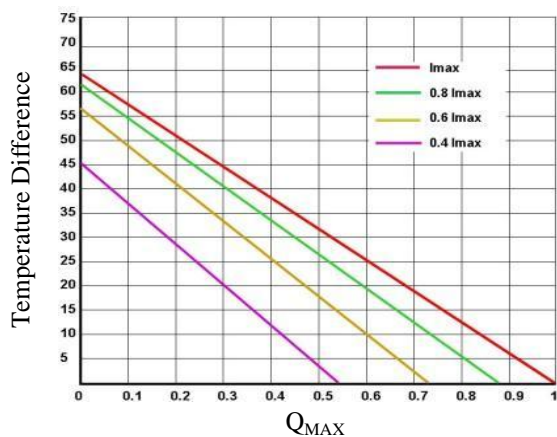
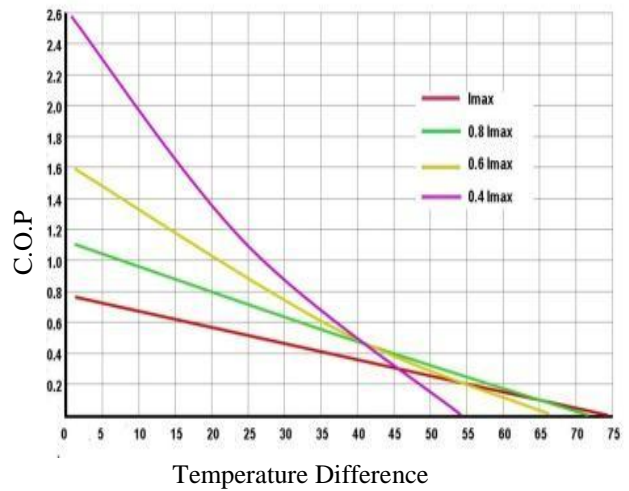

图2. DT与 $Q_{MAX}$ 的关系图
图9. C.O.P与DT的关系图
5. 用图 2 到图 9 中的图表来决定使用哪一种 TEC：需要用散热片散多少热，散热片的温度是多少，等等。